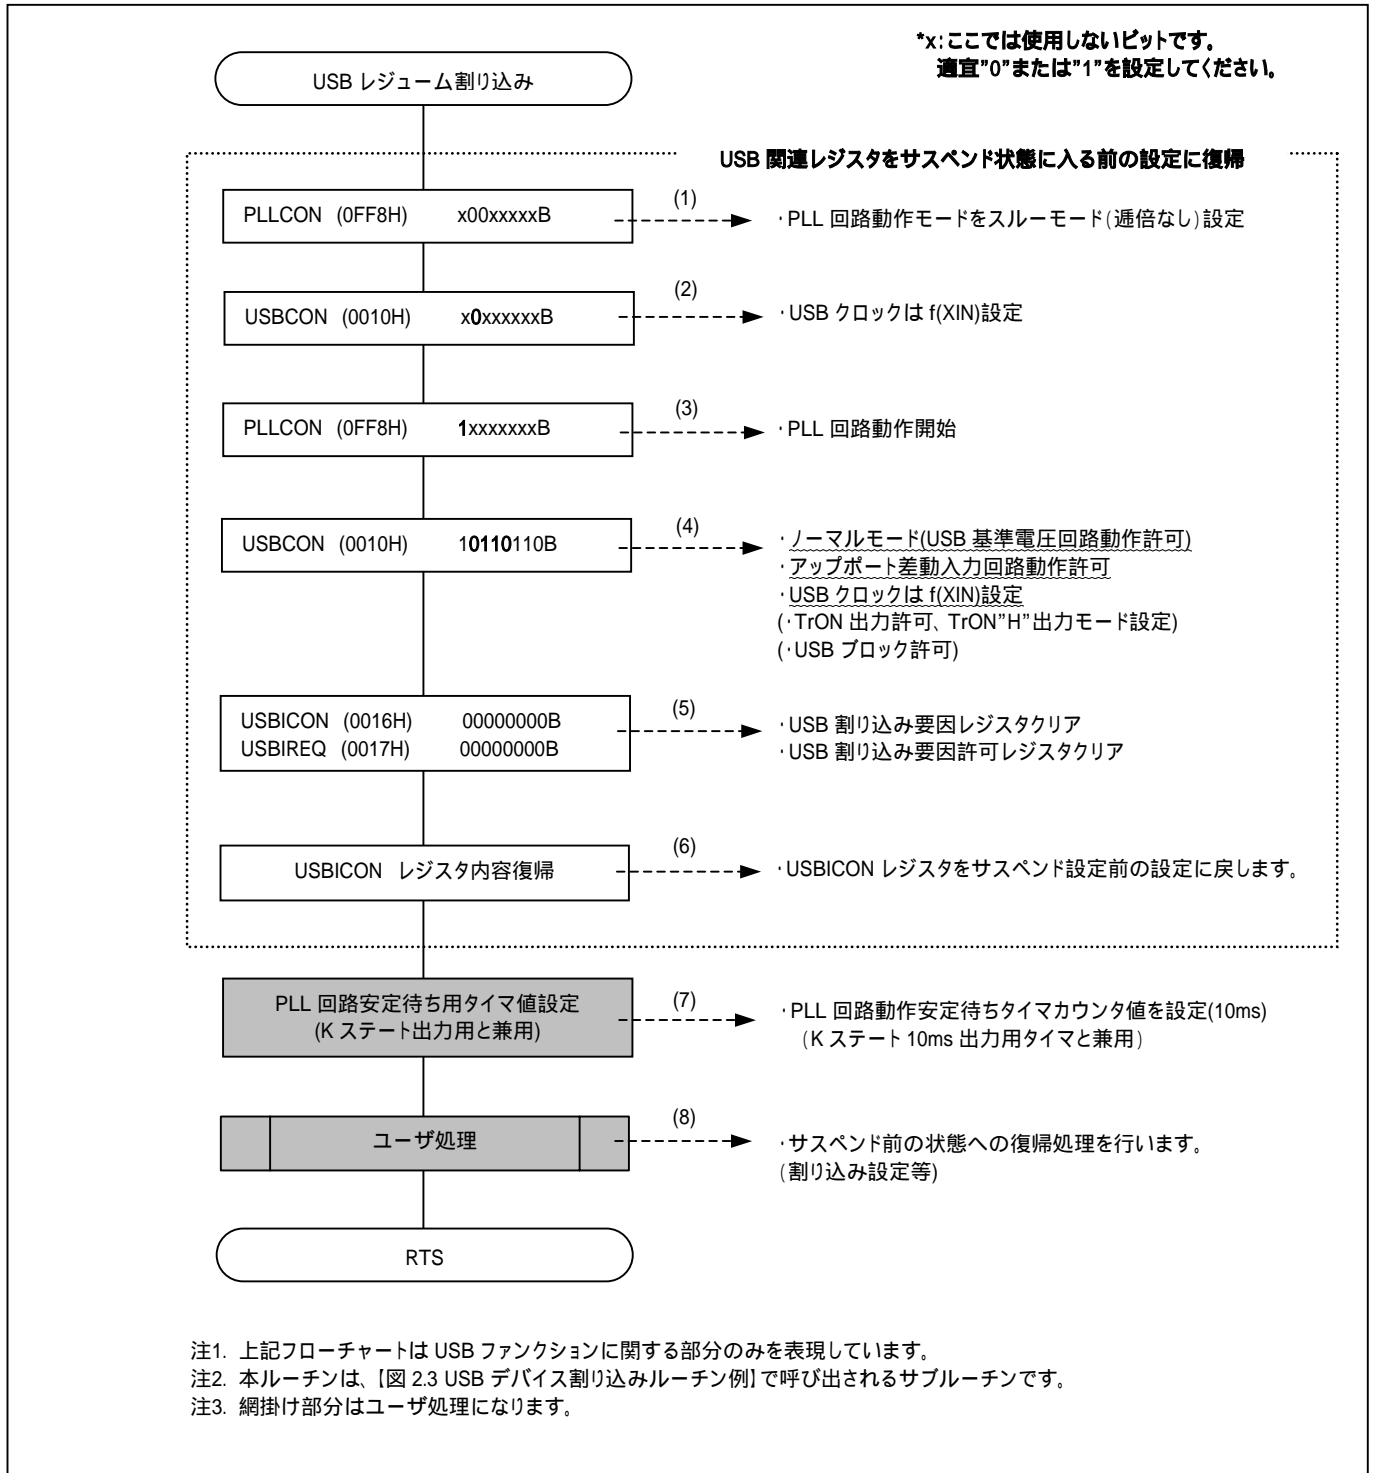

図 2.6 USB レジューム割り込みルーチン例
(5) USB レジューム割り込み処理
- ・USB レジューム割り込みが受け付けられた時の処理例を、図 2.6に示します。
【図 2.6 USBレジューム割り込みルーチン例】の補足事項は以下の通りです。